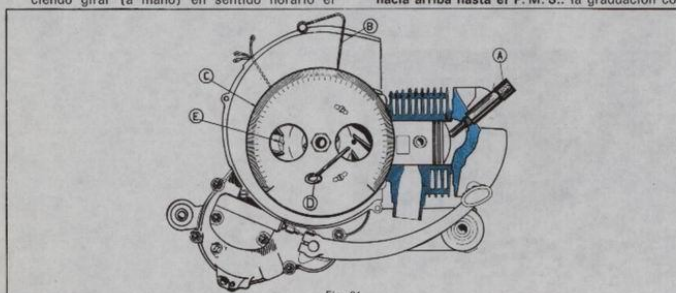

Fig. 81
Descripción detallada de las operaciones para el calaje, válidas para los modelos Vespa 125 CL y 150 CL (Fig. 81).
1. Aflojar los tornillos «E» (Fig. 81) de fijación estator al cárter.